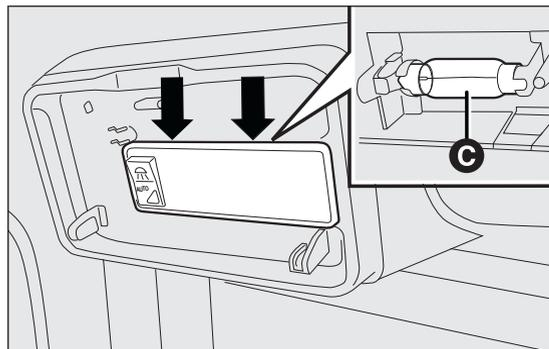

fig. 161
- ❑ sostituire la lampada C fig. 161 svincolandola dai contatti laterali accertandosi che la nuova lampada risulti correttamente bloccata tra i contatti stessi;